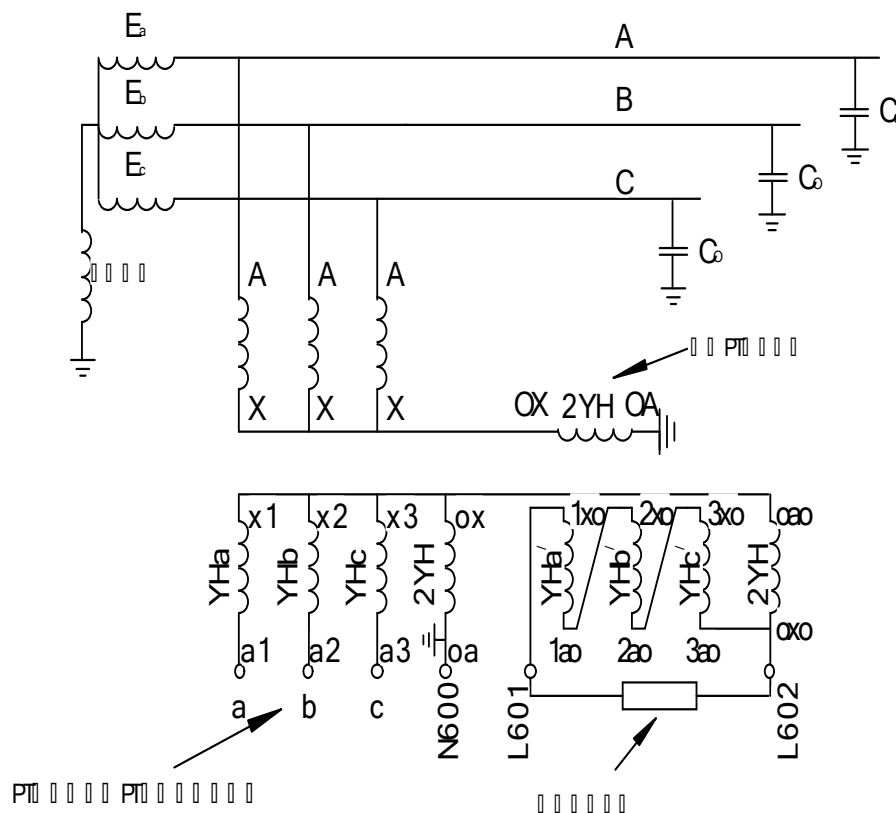
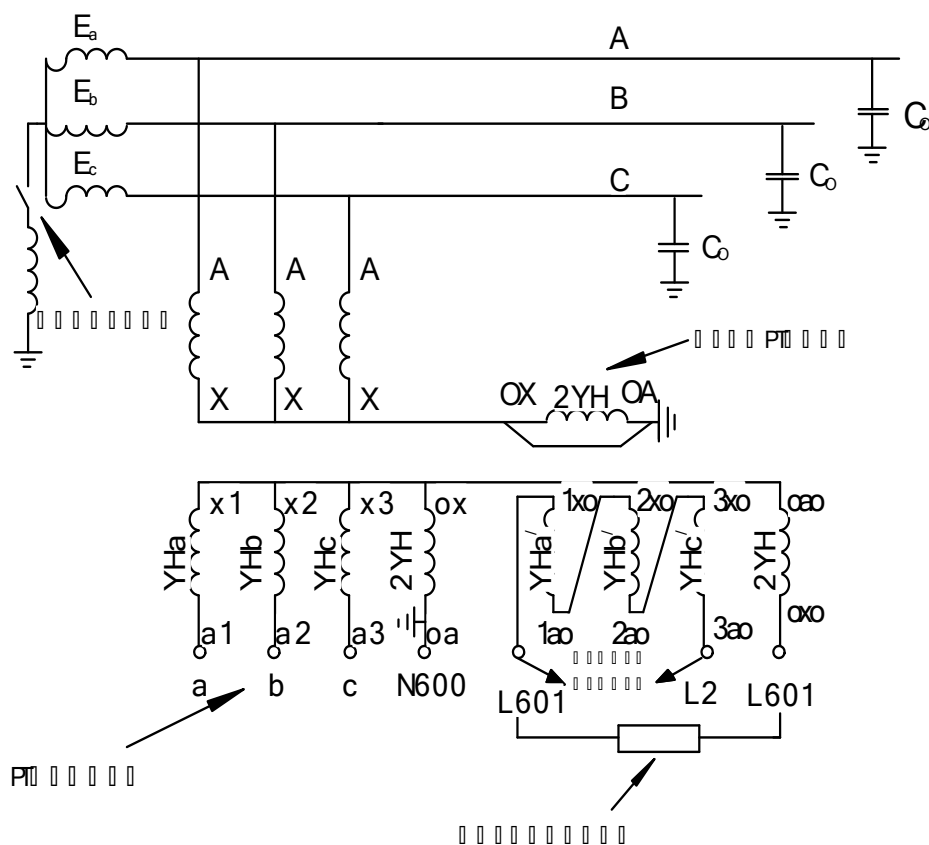

图 9 4PT 接线方式三
图 10 4PT 接线方式转变为 3PT 接线方式测量示意图
第三种 4PT 接线方式如图 9 所示。这种接线方式比较少见，但在系统中还是存在。在图 9 中这种接线方式三相 PT 的三个二次辅助绕组即：1ao-1xo、2ao-2xo、3ao-3xo 组成开口三角 L601-L602，oa-ox 和 oao-oxo 为零序 PT 的两个二次绕组，它们与开口三角 L601-L602 组成一个大的开口三角 N600-L601。
(1) 对于 4PT 的接线方式一和方式二，将第四个 PT 高压侧短接，并将被短接的开口三角侧打开，从打开两侧注入电流测量即可。这时 4PT 接线的运行方式就完全变成了 3PT 的运行方式。
(2) 对于 4PT 的接线方式三，将零序 PT 即图 9 中所示的 PT4 的高压绕组短接，将仪器的电流输出端接到图 9 中所示的开口三角 L601-L602，就可以开始测量了。其接线图如图 10 所示。